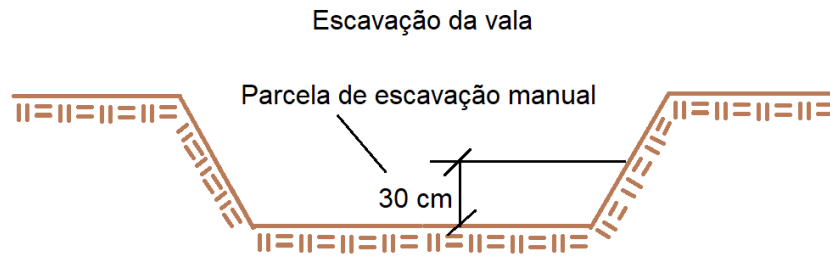

Figura 22: Escavação da vala.
**Detalhes e etapas construtivas** de execução das sapatas são um tema recorrente em concursos, principalmente os procedimentos listados na NBR 6122. A execução das fundações superficiais se inicia com a **escavação do terreno**. De acordo com a NBR 6122, caso esta etapa seja executada com auxílio de maquinário, o uso destes **equipamentos** deve ser **encerrado** ao se atingir uma profundidade que esteja a **no mínimo 30 cm acima da cota de assentamento da fundação**. O restante da escavação deve ser realizado manualmente (Figura 22).